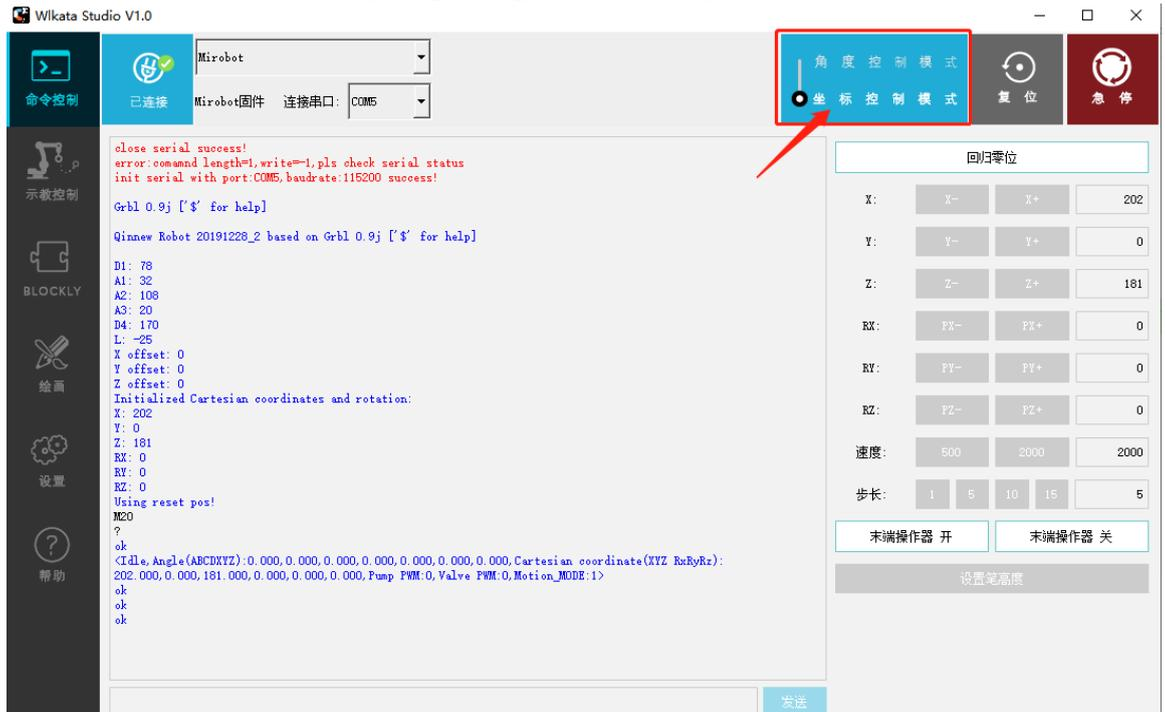

图 2.22 笛卡尔空间运动模式选择
(2) 在 Wlkata studio 中控制模式选择处选择“坐标控制模式”，如图 2.22